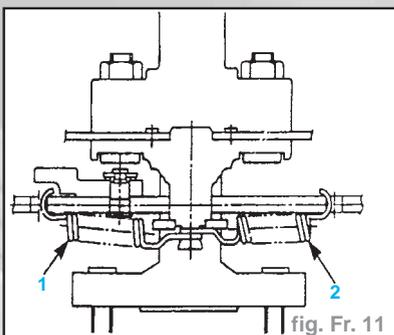

fig. Fr. 11
**Important :** Assembler le ressort de rappel supérieur (1) de la mâchoire primaire en haut du ressort de rappel supérieur (2) de la mâchoire (fig. Fr. 11).